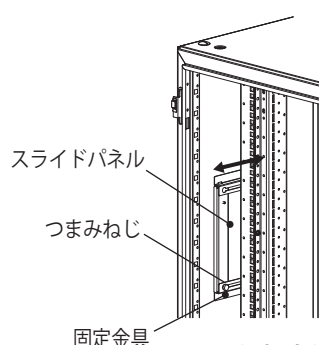

図 2 側板内側
2. 側板内側からつまみねじをゆるめ、スライドパネルをスライドして側板内側のつまみねじで固定してください。(図 2)